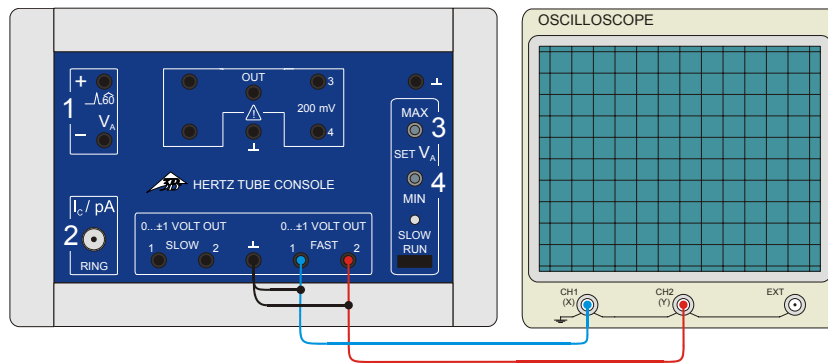

Fig. 4 Collegamento di un oscilloscopio al dispositivo di comando per tubi per potenziale critico
- Collegare l'uscita Fast1 dell'unità di comando al Canale 1 (deviazione X) e l'uscita Fast 2 al Canale 2 (deviazione Y) dell'oscilloscopio. (Vedere Fig. 4)